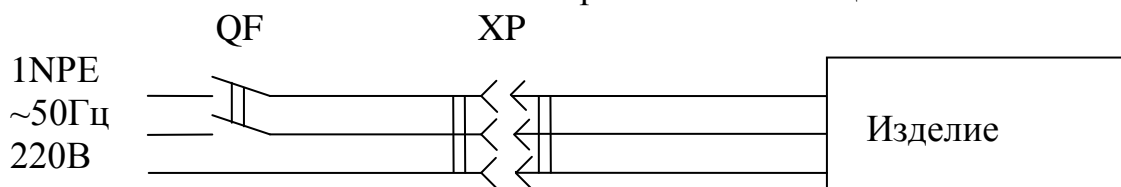

Рис.1. Схема подключения изделия к электросети
6.4. Изделие должно подключаться к питающей электрической линии (рис.1) через автоматический выключатель электромагнитной защиты.